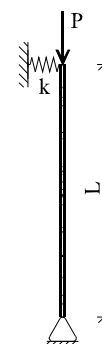

Figura 21
21) Determinar el valor de la carga crítica  $P_{crit}$  de la viga rígida de la figura 21.